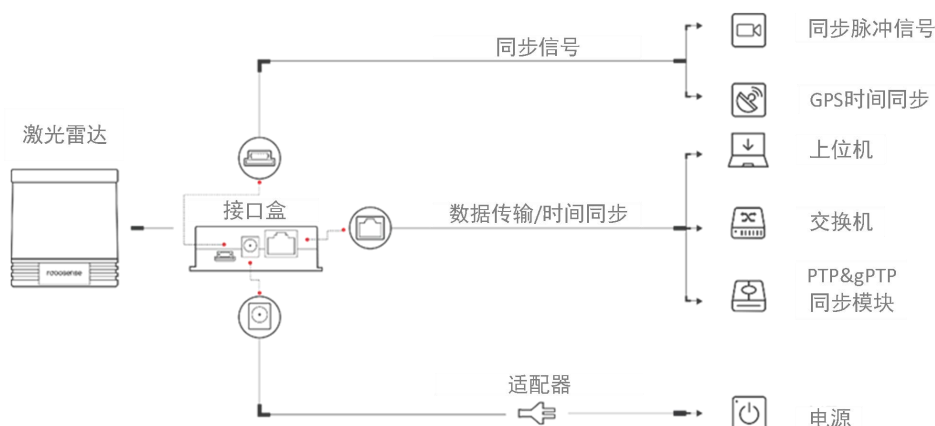

图 13 接口盒连接示意图
连接方式如图 13 所示。
- 1) 时间同步模块（PTP&gPTP、GPS 时间同步模块）非出厂标配产品，如需使用相关功能，请自行购买，按照图 13 方式连接即可；